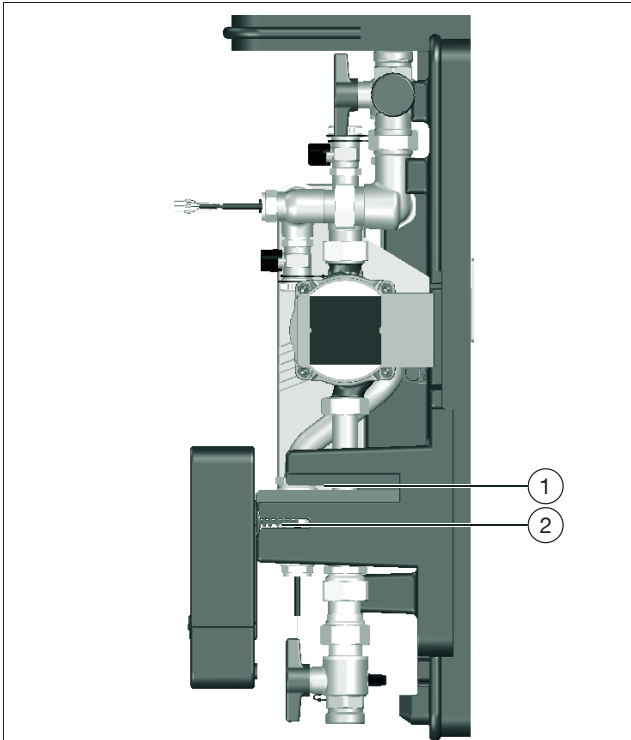

Abb. 23: Montageposition
2. Drehen Sie den Regler und fixieren Sie diesen in der Montageposition wie in Abb. 23.